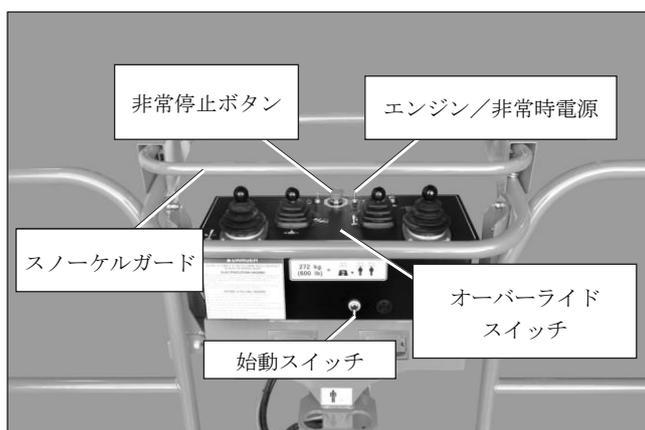

図 10.3 - 上部操作盤
1. 非常停止ボタンを引き出します（図 10.3 を参照）。
作業床の過積載警告システムが起動したときは、上部操作盤のオーバーライドスイッチまたは緊急電源スイッチ（図 10.3 を参照）を使用することでシステムをオーバーライドし、主ブームの上昇／下降／格納、ターンテーブルの回転や走行機能の操作が可能になります。このスイッチはバネで通常の操作位置に戻ります。
スノーケルガードシステムが起動したときは、上部操作盤のオーバーライドスイッチ（図 10.3 を参照）を使用することでシステムをオーバーライドし、主ブームの上昇／下降／格納やターンテーブルの回転機能の操作が可能になります。